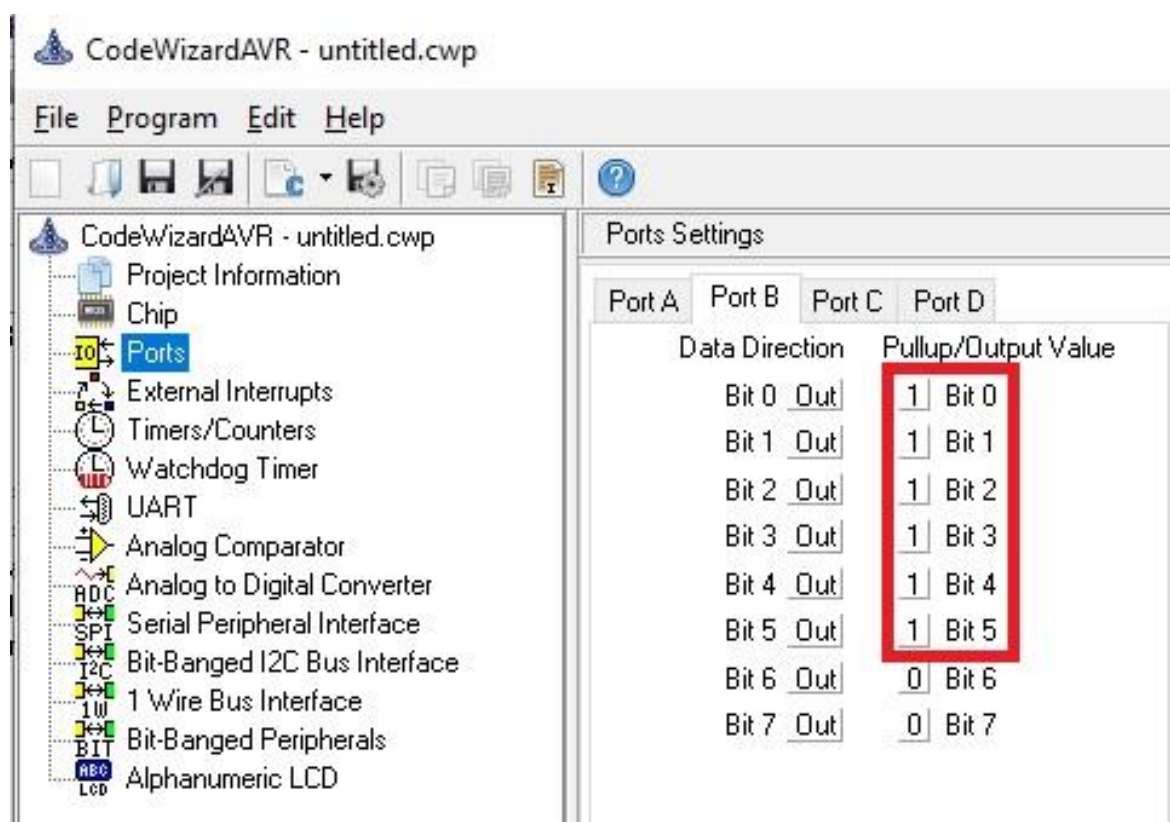

Рис. 2.8. Приклад налаштувань портів у CodeVisionAVR для другої практичної роботи
- У вкладці «Ports» провести налаштування I/O-портів на вхід або вихід, залежно від індивідуального завдання. При цьому початковий стан розрядів порту, до якого підключено сегменти індикаторів, потрібно налаштувати на вихід та перевести їх у стан логічної «1», а не логічного «0», як це задано у системі автоматично (див. рис. 2.8).